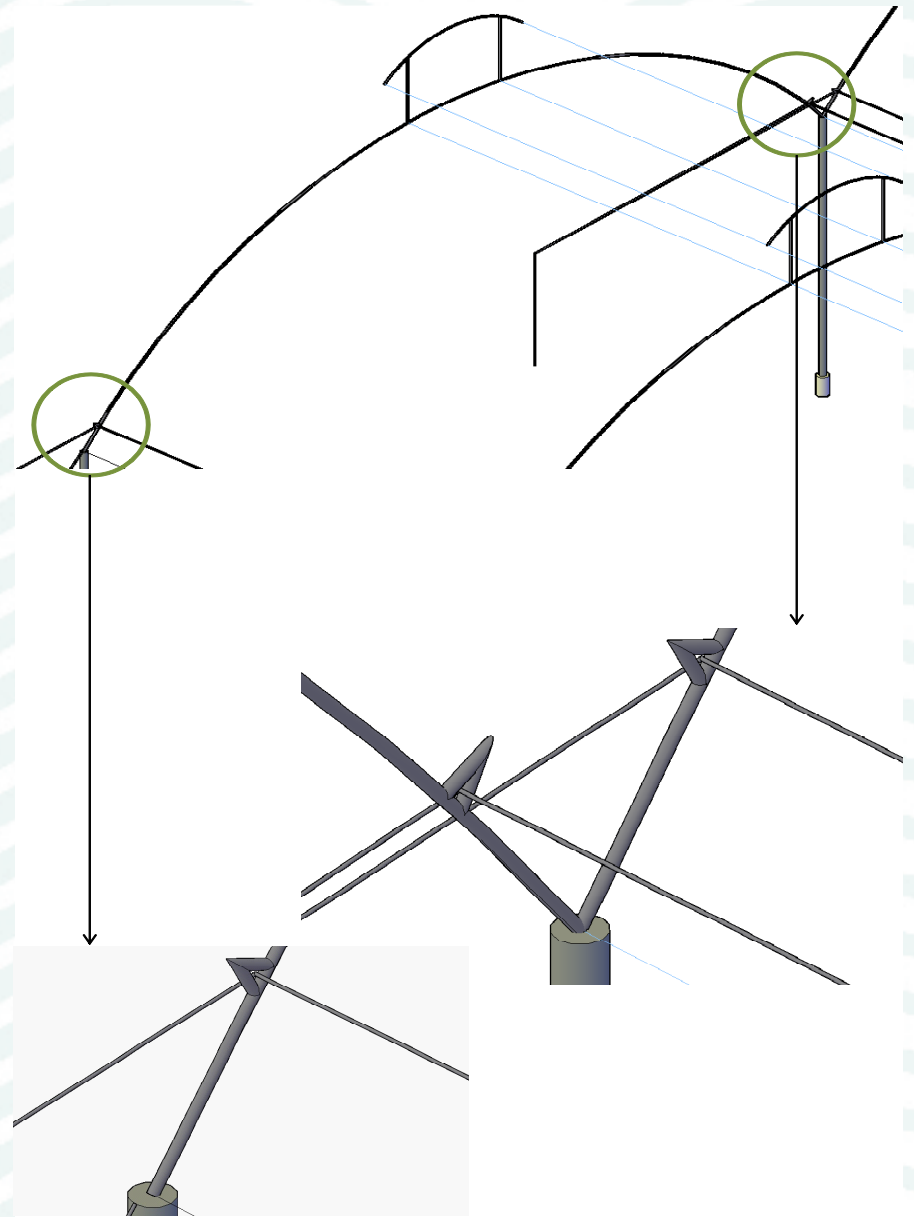

Fig. 10 Detalle de instalación de las canales
13.- Las canales van engrapadas a dos guayas entre cercha y cercha (Fig. 10)